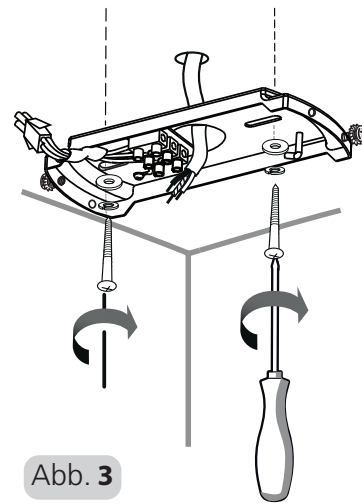

Abb. 3
4. MONTAGE DER AUFHÄNGEHALTERUNG: Suchen und markieren Sie die Mitte des Balkens. Führen Sie die Kabel für die Stromversorgung durch das Loch in der Halterung und befestigen Sie die Halterung mit den Unterlegscheiben, Federscheiben und Holzschrauben am Deckenbalken. Siehe Abb. 3
4. INSTALLING THE HANGING BRACKET: Locate and mark the center of the joist. Pass the supply wires through the hole in the bracket. Secure the bracket to the ceiling joist by using the flat washers, spring washers and wood screws. Refer to Figure 3.
4. INSTALLATION DU SUPPORT DE SUSPENSION : Repérez et marquez le centre de la solive. Passez les câbles d'alimentation à travers le trou du support. Fixez le support à la solive de plafond à l'aide des rondelles plates, des rondelles élastiques et des vis en bois. Voir Figure 3.
9. **MONTAGE VAN DE OPHANGBEUGEL:** Bepaal en markeer het midden van de draagbalk en leid de voedingsdraden door het gat in de beugel. Zet de beugel vast aan de plafondbalk met behulp van de vlakke sluitringen, de veerringen en de houtschroeven. Zie Fig. 3
4. **INSTALAÇÃO DO SUPORTE DE SUSPENSÃO:** Localize e marque o centro da viga. Passe os fios de alimentação pelo furo no suporte. Prenda o suporte à viga do teto utilizando as anilhas planas, anilhas de mola e parafusos de madeira. Consulte a Fig. 3